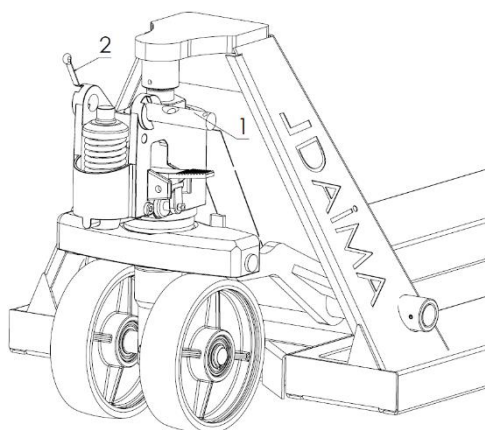

Figure 1
- Ensuite, fixez le levier de levage en faisant passer le palier (voir Figure 1, pièce numéro 2) à travers les trous situés à droite et à gauche de l'axe de connexion du levier de levage.